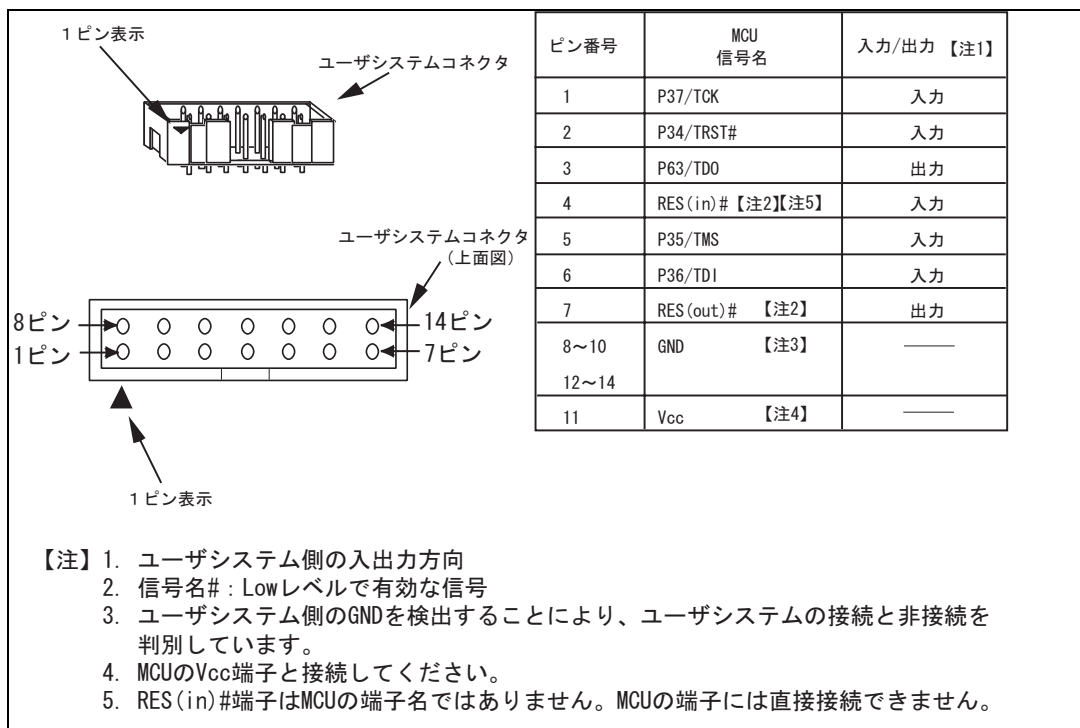

図 1.2 ユーザシステムコネクタのピン配置
ユーザシステムコネクタのピン配置を図 1.2 に示します。
- (4) E10A-USBエミュレータは、1.3章「図1.2」に示す端子を使用して、MCUと通信を行います。これらの信号は基本的には使用できません。
- (5) E10A-USBエミュレータ使用時、MCUの消費電力は数mA上昇します。これは、ユーザシステム電源電圧に通信信号レベルを合わせるため、ユーザ電源でICを駆動しているためです。